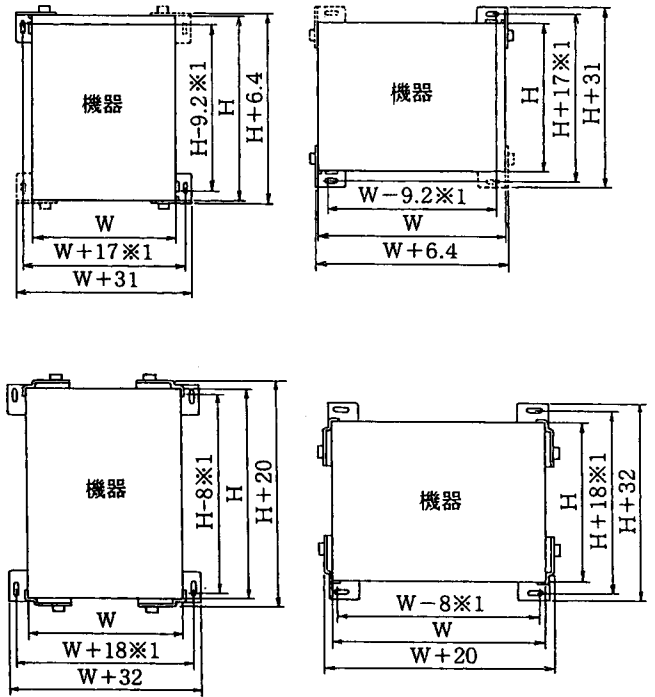

図1
- ① 図1のようにマウントブラケットの上に機器を置き、機器とマウントブラケットが接するようにして、位置を決めてください。鉄ベースに取付ける場合は、図1の寸法(※1)を参考にしてください。
(注) 図1のW-Hは、機器の寸法です。